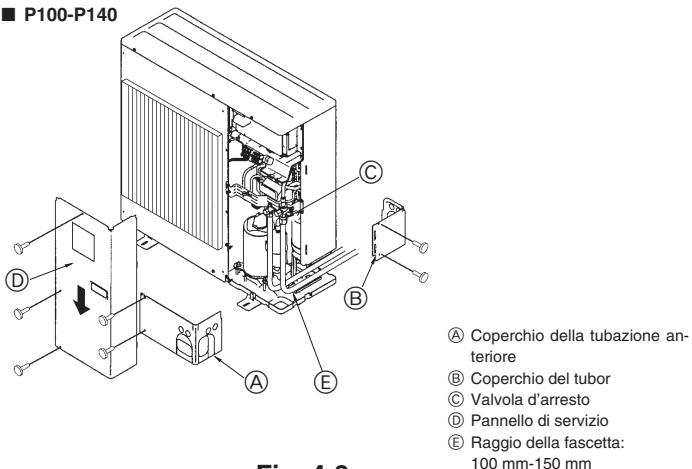

Fig. 4-3
4.3. Tubazione del refrigerante (Fig. 4-3)
- Rimuovere il pannello di servizio ④ (tre viti) e il coperchio della tubazione anteriore ① (due viti) e il coperchio della tubazione posteriore ② (due viti).